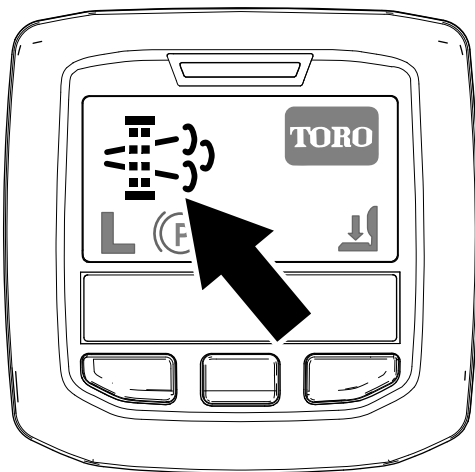

図 26
- ・ インフォセンターに、駐車再生要求アイコンが表示されます 図 26。